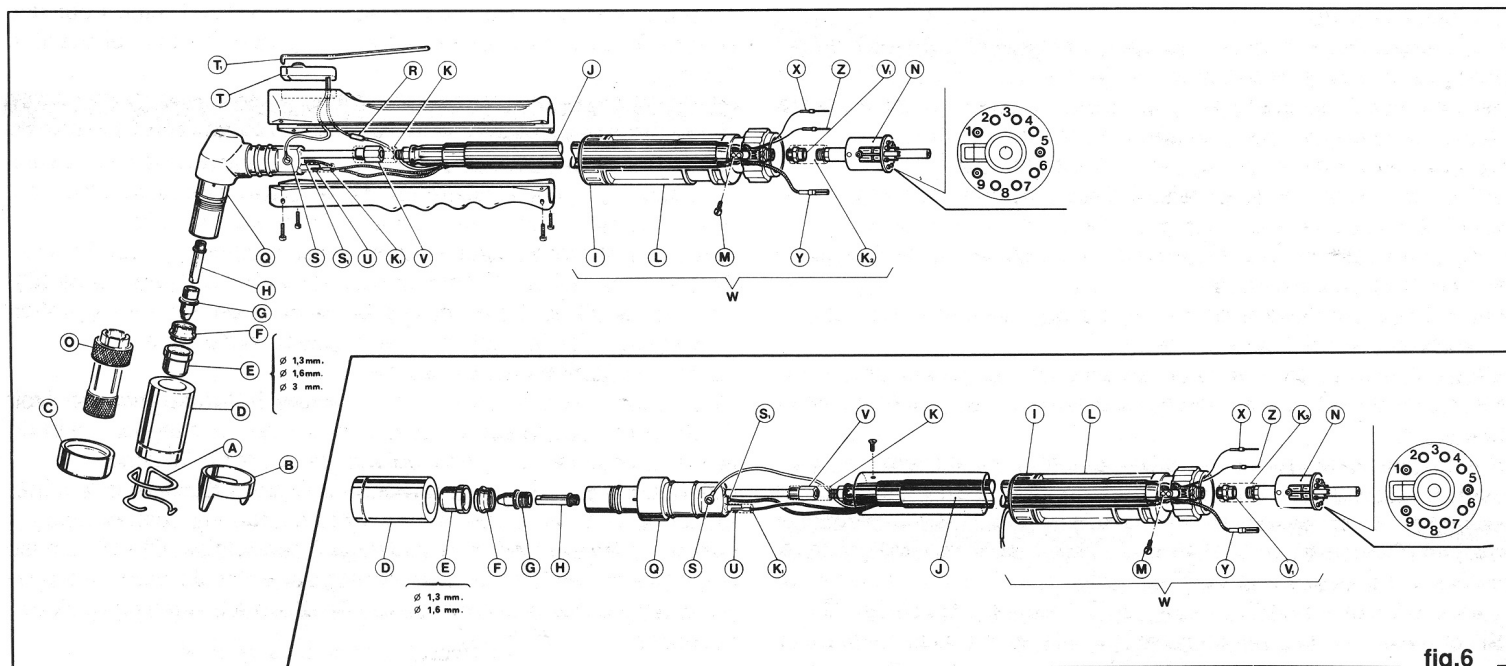
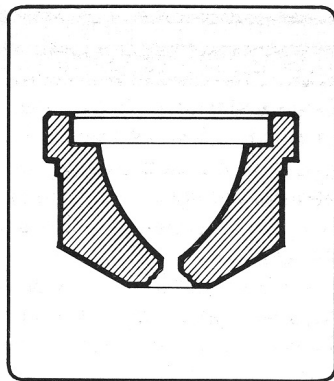

fig.6
fig.8
utiliser une entretoise (entretoise à deux pointes B ou ressort A de la figure 6) maintenir une distance de 4 mm environ (torche pour l'emploi en automatique) pour éviter de mettre en contact direct la buse et la pièce à découper.
Pour cette opération il faut utiliser la buse (E) (Fig. 6) d'un diamètre de 3 mm et monter l'entretoise (C) sur la douille porte-buse (D). L'entretoise (C) sert à éviter que le métal fondu, durant l'opération de gougeage, brûle l'isolement de la douille porte-buse (D).
Les pièces soumises à usure (Fig. 6) sont l'électrode (G), le diffuseur (F) et la buse (E). Le remplacement de l'une de ces pièces est possible uniquement après le dévissage du porte-buse (D).
La buse doit être remplacée lorsque l'orifice central est abîmé ou bien très élargi par rapport à celui de la pièce neuve (voir figure 8). Le diffuseur (F) (Fig. 6) doit être remplacé lorsque l'une des extrémités a tendance à se carboniser. Très souvent cette pièce, à cause des sollicitations thermiques et mécaniques à laquelle elle est soumise, tend à rester collée à l'électrode (G) ou bien à la buse (E). Pour la détacher nous conseillons d'utiliser l'extracteur (O), livré dans le nécessaire de l'appareil, qui permet le détachement sans endommager le diffuseur.
2) Remplacement du corps de la torche (Q) (voir figure 6).
3) Remplacement de l'adaptateur (W) (voir figure 6).
4) Remplacement du câble (J) (voir figure 6).
5) Remplacement du bouton-poussoir (T) (torche manuelle - voir fig. 6).
6) Remplacement de la poignée (torche manuelle - voir figure 6).
7) Remplacement de la poignée (torche pour l'emploi en automatique - voir figure 6).
8) Remplacement du tube diffuseur (H) (voir figure 6).
- (Uniquement pour la version 120 A) orifice de la buse (E) (Fig. 6) trop grand par rapport à la valeur du courant prédisposée avec le bouton (7) (Fig. 2).
Eviter d'utiliser des objets pointus pour ne pas détériorer l'orifice de la buse. En cas de difficultés pour l'extraction de l'électrode, agir comme suit: lubrifier le filet de l'électrode avec un liquide qui lubrifie en pénétrant; puis dévisser l'électrode. Si, durant l'extraction de cette électrode, le filet du support porte-électrode du corps de la torche est endommagé, effectuer un taraudage avec un taraud (M11), après avoir enlevé le tube diffuseur (H) (Fig. 6).